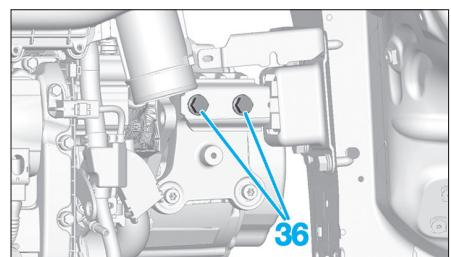

Fig. 84
- les vis de fixation (34),
- le support moteur supérieur droit (35).
- Déposer Les fixations (36) du support de boîte de vitesses (Fig.84), puis déposer l'ensemble moteur-boîte de vitesses (par le dessous du véhicule)